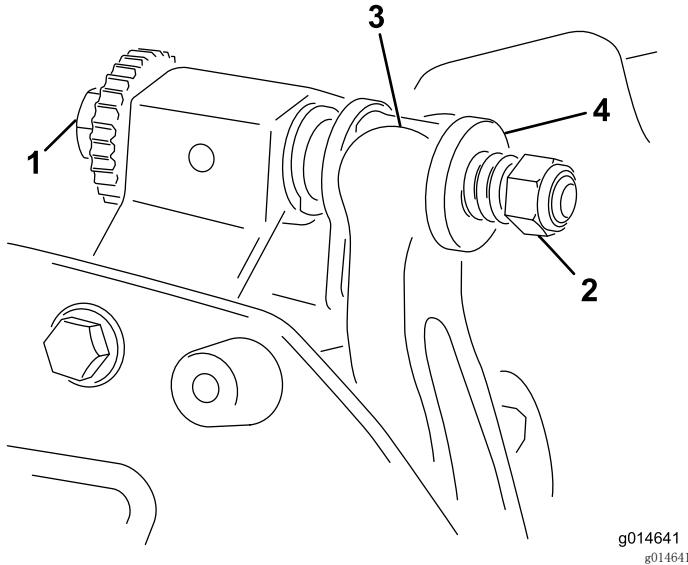

图20
1. 逆时针旋转底刀架调节螺丝，将底刀后撤离开滚刀（图20）。
2. 退出弹簧加压螺母，直到垫圈不再对底刀架（图20）施压。
1. 安装底刀架，将安装吊耳固定在垫圈与底刀架调节螺丝之间（图20）。